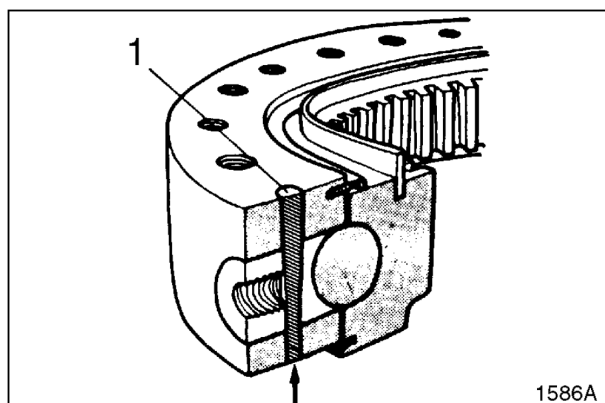

Рис. 3
1. Сточить конец конического пальца (1, рис. 3) шлифовальной машиной и слегка постучать по нему, чтобы убрать остатки.